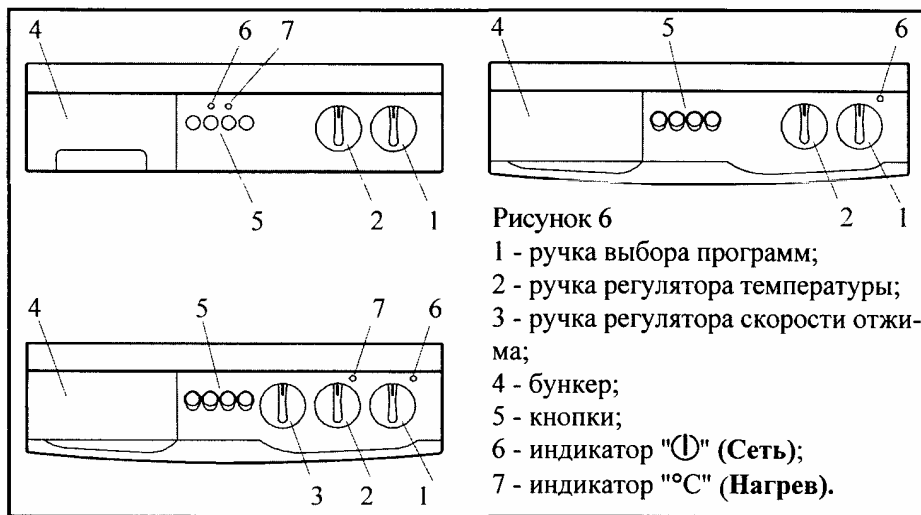
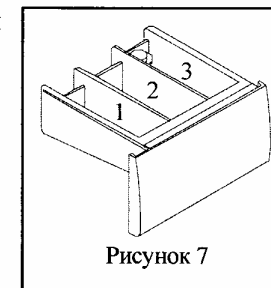

Рисунок 6
Рисунок 7
Бункер поз. 4 (см. рис. 6) имеет три отделения (см. рис. 7) для стиральных моющих средств:
- ① “Сеть” поз. 6 (см. рис. 6). Индикатор, сигнализирующий о подаче напряжения в электросхему машины.
- °C “Нагрев” поз. 7 (см. рис. 6). Индикатор, сигнализирующий о работе нагревателя.